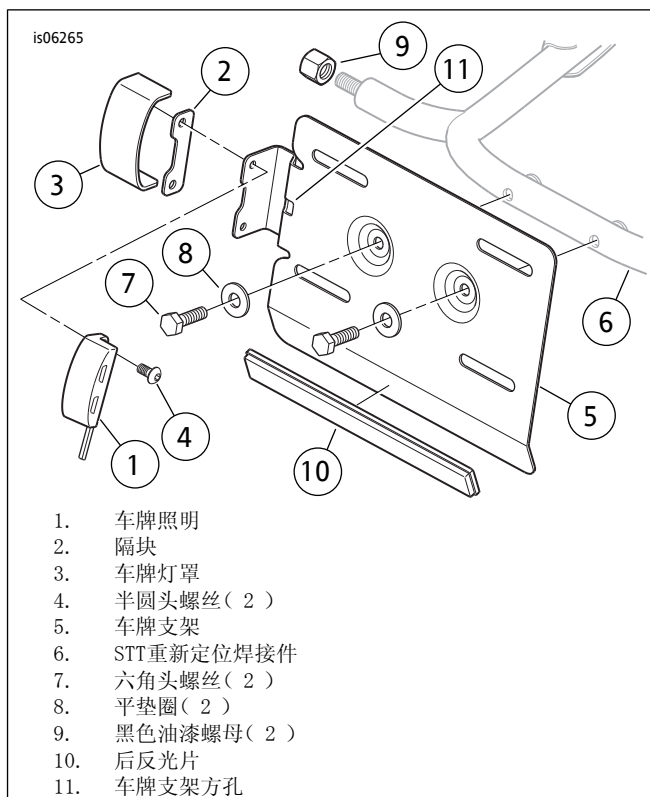

图1。安装车牌灯
2. 参见图1。按照图示顺序将车牌灯(1)、隔板(2)和灯罩(3)组装至车牌支架(5)，牢固拧紧螺丝(4)。
2. 参见图1。将车牌灯线管穿过车牌支架左侧的方孔(11)。